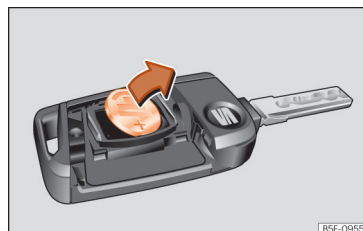

Рис. 67 Ключ автомобіля: виймання батарейки
- Витягніть батарейку підходящим тонким предметом »» рис. 67.
- Установіть у відсік нову батарейку таблеткового типу »» ①.